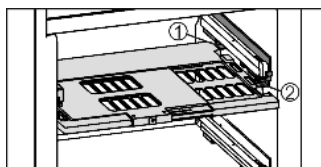

Fig. 8
- ▶ Założyć płytę regulacji wilgotności: Ramiona pokrywy płyty wprowadzić od dołu do tylnego uchwyty Fig. 8 (1) i zazębnić z przodu w uchwycie Fig. 8 (2).